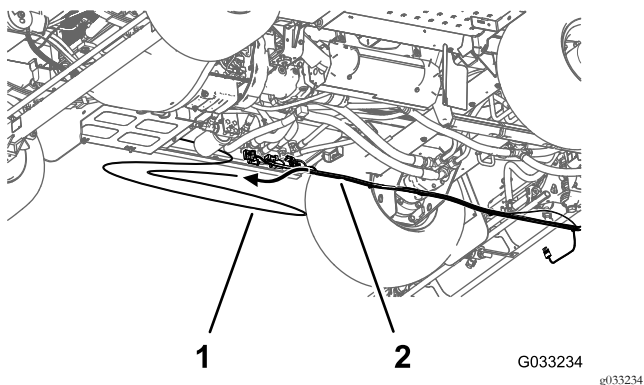

Figura 27
7. Retire o tubo sensor de pressão do indicador no painel da cablagem traseira da máquina (Figura 27).